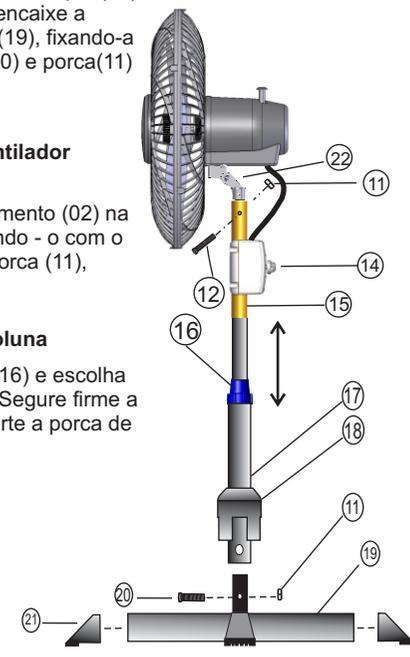

Fig. 05
- Encaixe as sapatas (21) na base. Coloque a canopla (18) na coluna 2 (17), encaixe a coluna 2 na base (19), fixando-a com o parafuso (20) e porca(11) conforme fig. 05.
- Colocar o acoplamento (02) na coluna 1 (15), fixando - o com o parafuso(12) e a porca (11), conforme fig. 05